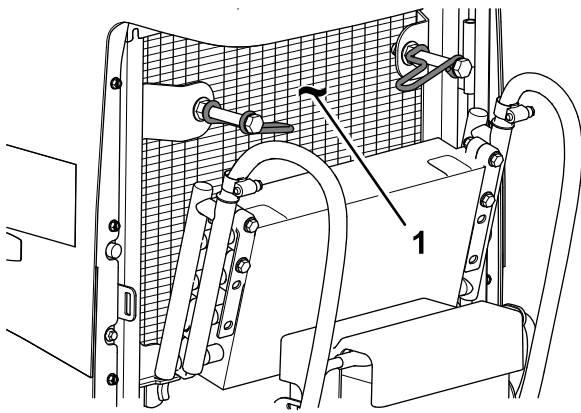

Figure 114
8. Nettoyez soigneusement les deux côtés du refroidisseur d'huile et du radiateur (Figure 114) à l'air comprimé.